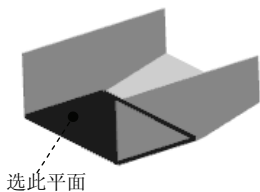

图 7.6 定义转换面
Step5. 将模型转换为钣金件。选择下拉菜单 **启动** → **钣金(L)** 命令，进入 NX 钣金环境；选择下拉菜单 **插入(S)** → **转换(V)** → **转换为钣金(C)** 命令，系统弹出“转换为钣金”对话框。选取图 7.6 所示的面，单击 **确定** 按钮，完成操作。